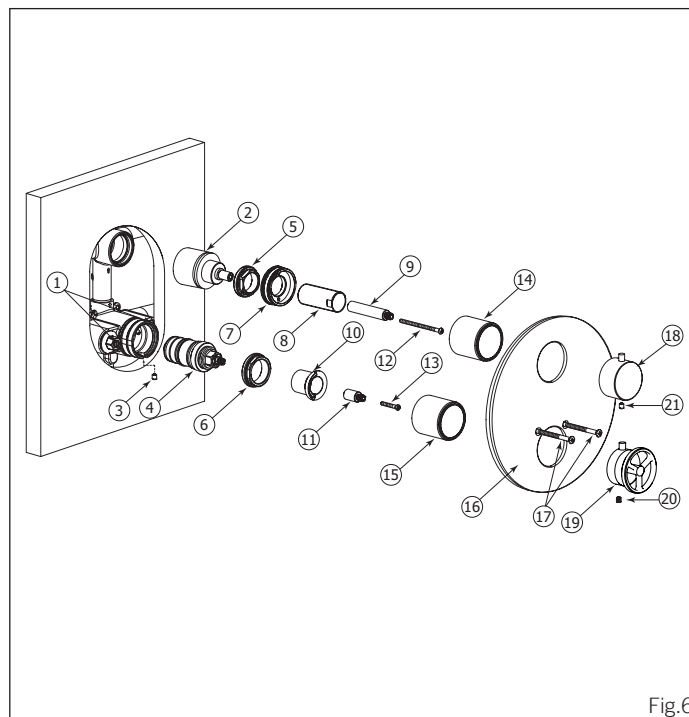

Fig.6
Shut off the main water supply, then remove all the components from (7) to (21). (See Fig.6). Afterwards, shut off the 2 check valves (1) by turning them clockwise with a screwdriver. Unscrew the screw (3), the large nuts (5 & 6) and remove the cartridges (2 & 4).
Fermer l'alimentation d'eau principale et démonter tous les composants de (7) à (21) (Voir Fig.6). Ensuite, fermer les deux valves d'arrêt (1) en les tournant dans le sens des aiguilles d'une montre avec un tournevis. Dévisser la vis (3), les manchons de valves (5 & 6) et enlever les cartouches (2 & 4).